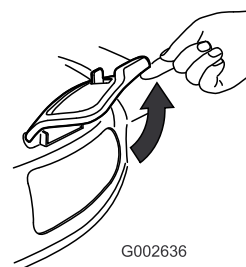

Bild 34
2. Öffnen Sie die Seitenauswurfklappe (Bild 34).